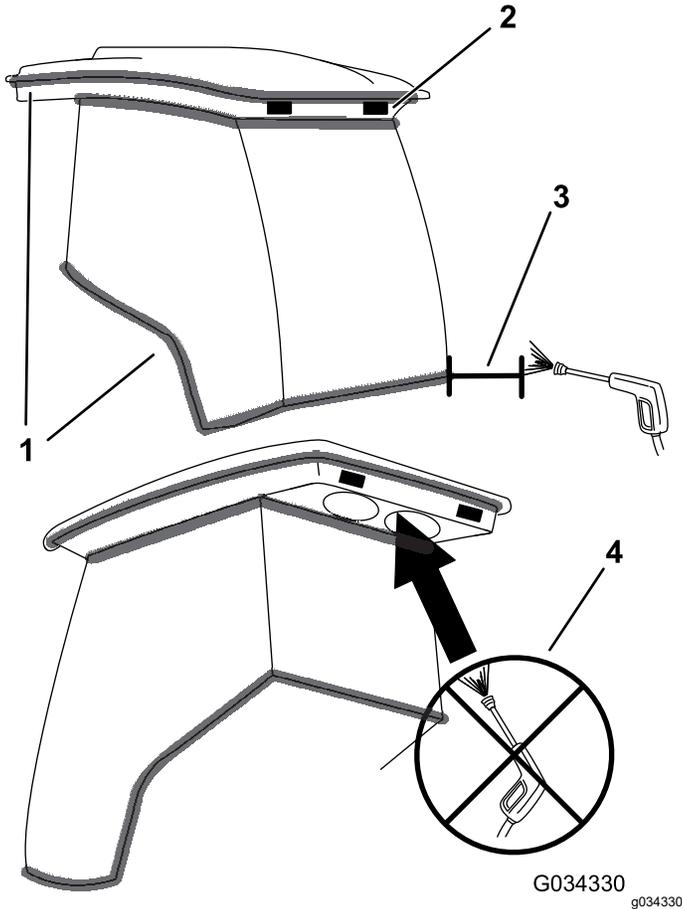

Figura 86
**Importante:** Tenha cuidado em redor dos vedantes da cabina (**Figura 86**). Se utilizar uma máquina de pressão de água, mantenha a vareta de lavagem a, pelo menos, 0,6 m da máquina. Não lave à pressão diretamente nos vedantes da cabina nem sob a zona suspensa traseira.